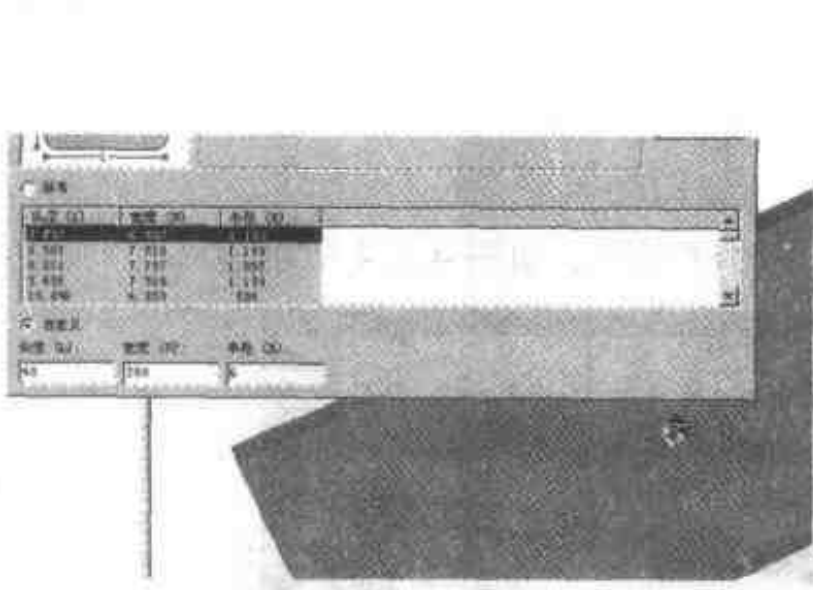

图 4.120 定义型孔参数
- (1) 将【钣金】设计元素库中的【圆角矩形孔】图素拖放到折弯板料的中点处，在左侧设计树中右击【圆角矩开】，然后选择【加工属性】命令，弹出【冲孔属性】对话框，然后按照如图 4.120 所示修改其属性参数。